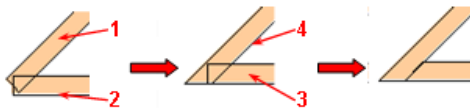

Рис. 3.3 Операция Удлинить
**Операция Удлинить** (рис. 3.3).